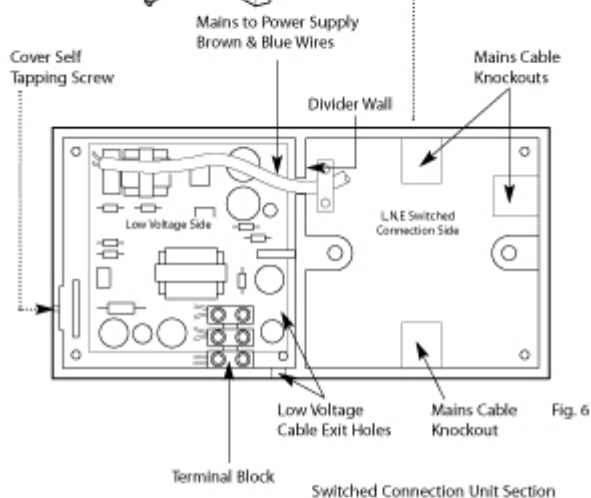

Fig. 6
5. Retirer l'un des précédentes découpes dans le boîtier et y placer le câble 3 fils. (fig6)
7. Brancher le câble de 5m au support bas-voltage rouge/blanc/noir. L'orienter vers un des trous de sortie (fig6).
8. S'assurer que le câble provenant du boîtier d'alimentation passe à travers la fente dans le mur d'installation. (fig6)